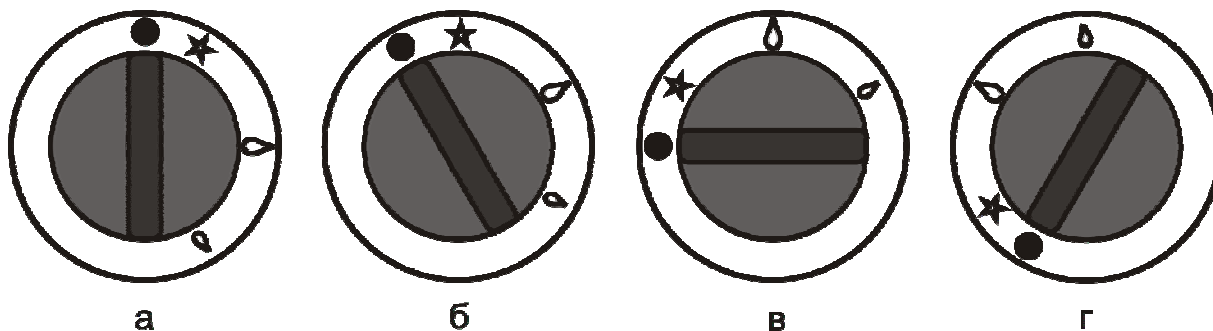

Рис. 2. Соответствие положения ручки крана режиму работы горелок
- Убедитесь в том, что ручка крана находится в положении, соответствующем закрытому состоянию (рис.2а). Если кран находится в открытом состоянии, переведите его в закрытое состояние, слегка нажав на ручку крана и повернув ее по ходу часовой стрелки до упора.
После окончания работы с устройством необходимо перевести ручку крана в закрытое состояние (рис.2а) и закрыть кран газопровода.
**Внимание! При первом включении устройства, а также после каждой замены баллона СУГ необходимо выпустить воздух из газового тракта. Для этого удерживайте ручку крана в нажатом состоянии в положении «розжиг запальной горелки» (рис. 2б) в течение 1-2 минут, либо до появления запаха газа, после чего можно приступить к розжигу горелок.**
- В исходном состоянии ручка крана находится в положении, соответствующем закрытому состоянию крана (рис.2а).
- Нажав на ручку крана до упора и, удерживая её в нажатом состоянии, поверните её против хода часовой стрелки в положение «розжиг запальной горелки» (см. рис.2б). Через 3 - 5 секунд поднесите источник огня к запальной горелке. Если горелка не зажглась, отпустите ручку крана и, при повторном нажатии на ручку, вновь поднесите источник огня к запальной горелке. После появления пламени в запальной горелке, удерживайте ручку крана в нажатом состоянии в течение 5-10 секунд, до срабатывания предохранительного клапана. Затем отпустите ручку управления и убедитесь, что запальная горелка горит. Если запальная горелка погасла, следует повторить процедуру розжига.
- При повороте ручки крана, с легким нажимом на неё, против хода часовой стрелки – кран открывается и осуществляется розжиг основной горелки. Положение крана в режиме «максимальное пламя» и «малое пламя» представлено на рис. 2в и рис. 2г, соответственно.
- При повороте ручки по ходу часовой стрелки в положение «розжиг запальной горелки» (рис. 2б) – главная горелка гаснет, а запальная горелка остается зажженной (дежурный режим).
- Для выключения запальной горелки необходимо слегка нажать на ручку крана и повернуть ее по ходу часовой стрелки до упора в положение «кран закрыт» (рис.2а).
- Включите горелку и переведите ручку крана в режим «малое пламя» (рис.2в).